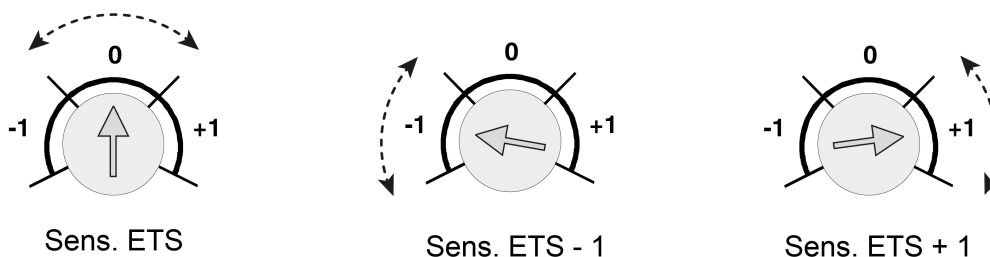

Bild 8: Einstellbereiche des Einstellers "Sens." am Gerät (-1 <-> 0 <-> +1)
- (3) Zierring
- (6) Einsteller **Sens.** zur manuellen Empfindlichkeitskorrektur
- (7) Programmier Taste
Die Empfindlichkeit der Bewegungserfassung, die ein Maß für die Reichweite der PIR-Auswertung ist, kann getrennt für die PIR-Sektoren A, B und C in der ETS parametrisiert werden und ist darüber hinaus vor Ort am Gerät nach der Inbetriebnahme veränderbar. Hierzu verfügt das Gerät über den Einsteller **Sens.** (6), der das Verändern der parametrisierten Empfindlichkeitseinstellung aller PIR-Sektoren ermöglicht. Die Empfindlichkeit kann dadurch um maximal eine Stufe verringert oder erhöht werden. Der Einstellbereich in drei Teilbereiche aufgeteilt (Bild 8).